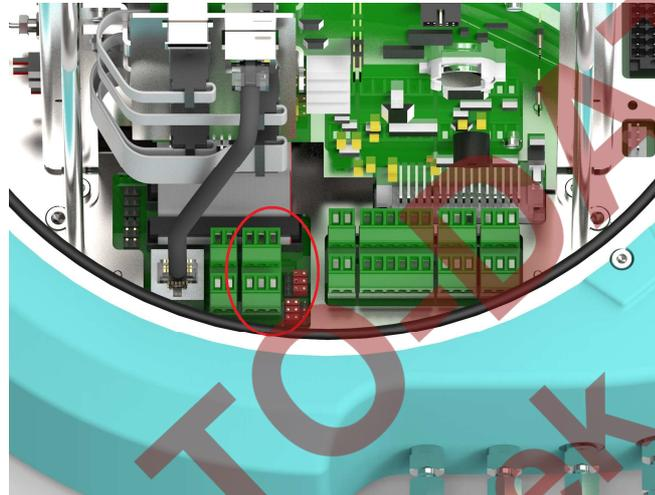

Abb. 5.8 Position der Klemmenleiste für den seriellen ModBus-Anschluss (J8)
- 2 serielle Modbus-Ports stehen zur Verfügung, von denen jeder unabhängig vom Benutzer als RS 232 oder 485 konfigurierbar ist. (siehe Abbildung 5.8 und 5.9)